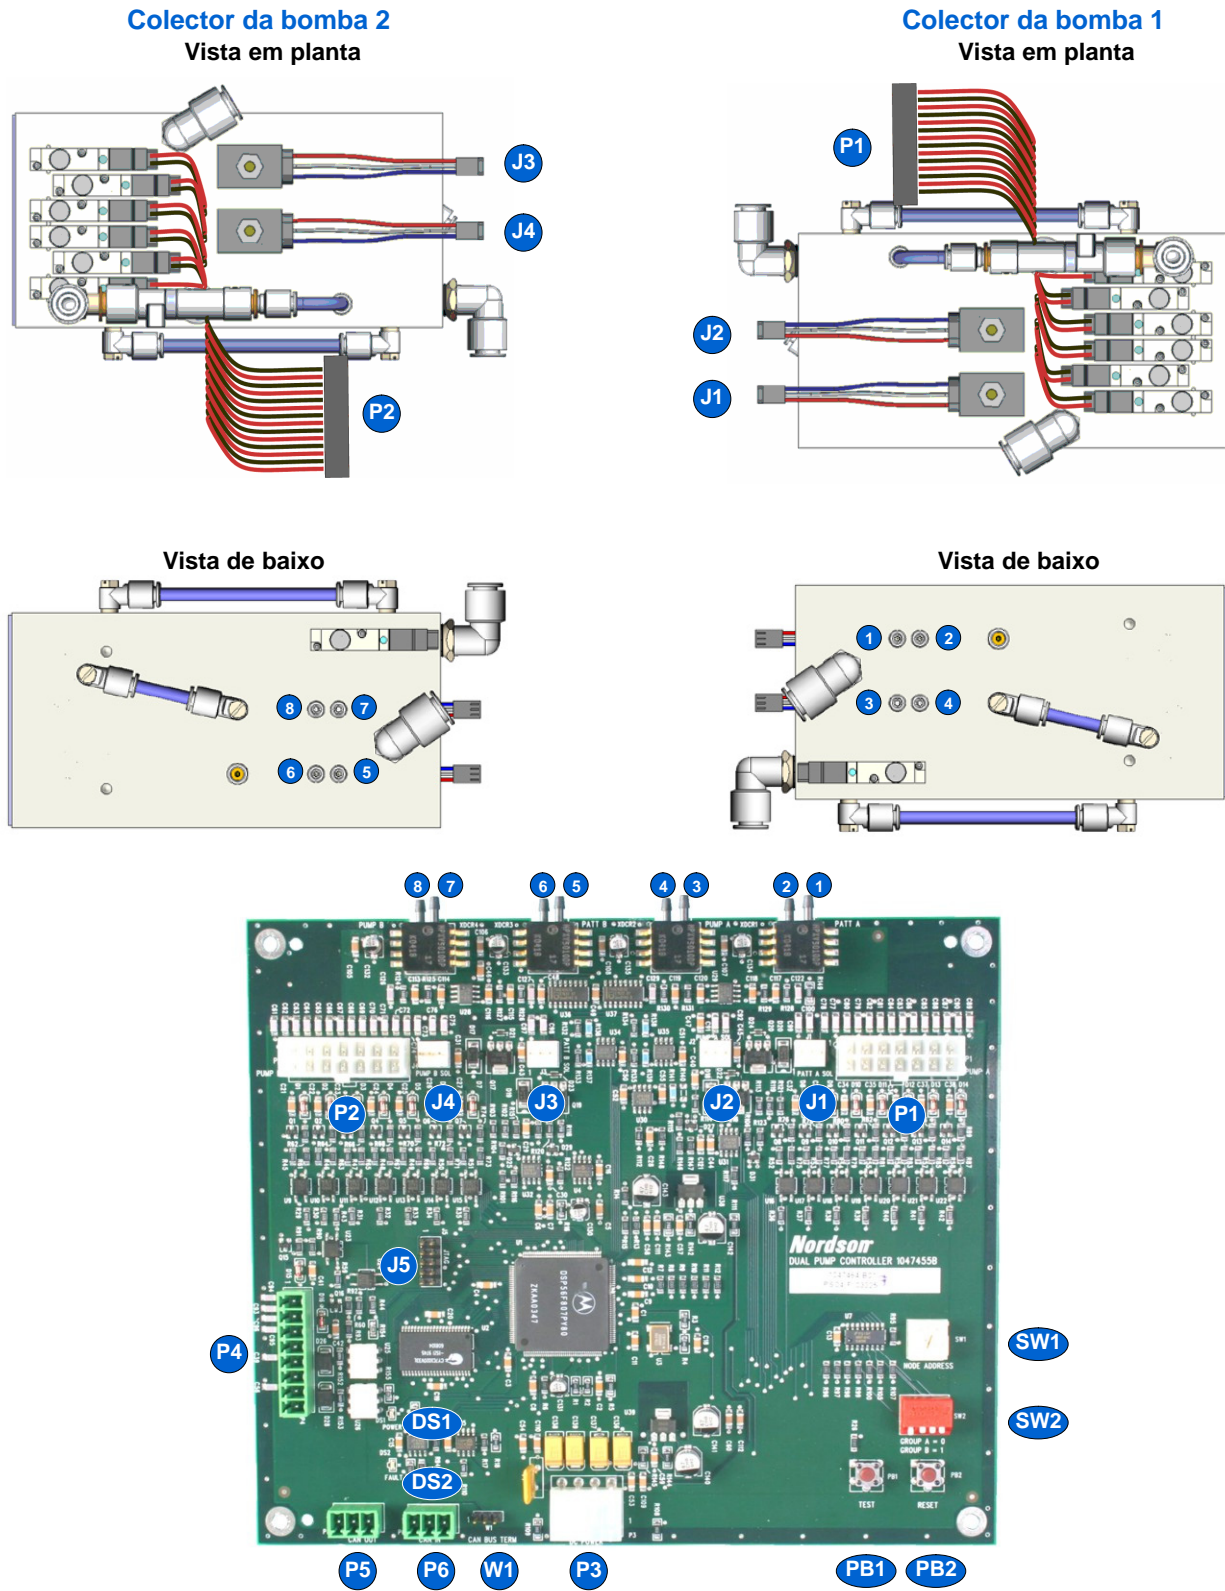

Figura 3 Ligações entre a placa de circuitos e os colectores de controlo das bombas
6. Consulte a figura 3. Ligue os oito tubos de ar para transdutor da nova placa de circuitos às uniões apropriadas no(s) colector(es) de controlo da(s) bomba(s).